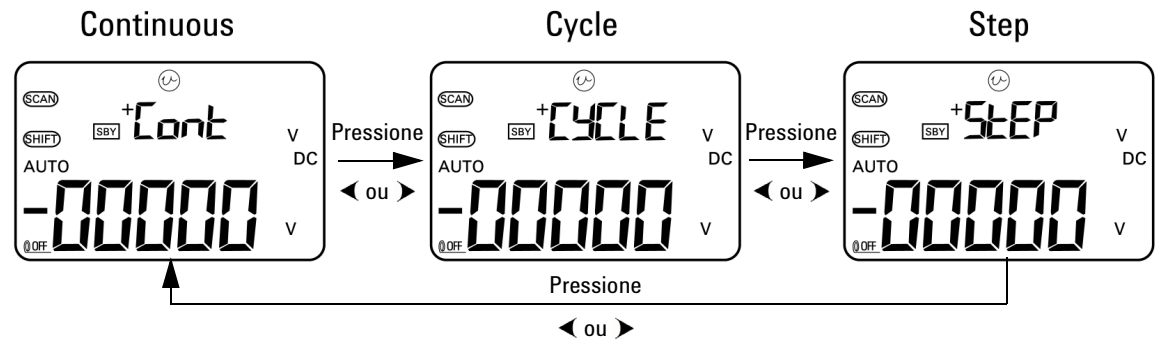

Figura 2-1 Selecionar modo de saída de varredura automática
- 4 Depois de selecionar a função **SCAN** necessária, pressione **◀** ou **▶** para selecionar um dos três modos: contínuo, circular ou de passos. A exibição secundária indicará **Cont**, **CyCLE**, ou **StEP** respectivamente (**Figura 2-1 na página 34**).